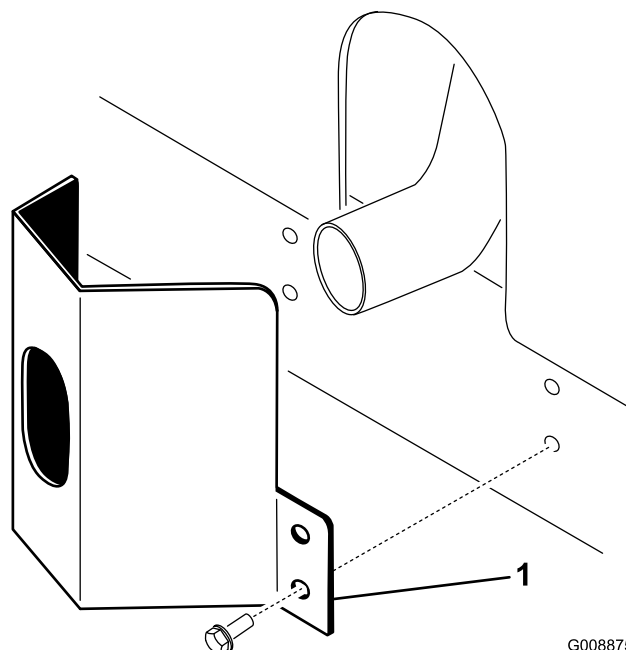

Bild 11
die Befestigungslöcher auf die im Rahmen abstimmen (**Bild 11**).
2. Befestigen Sie das Auspuffschutzblech mit vier Blechschauben am Rahmen (**Bild 11**).